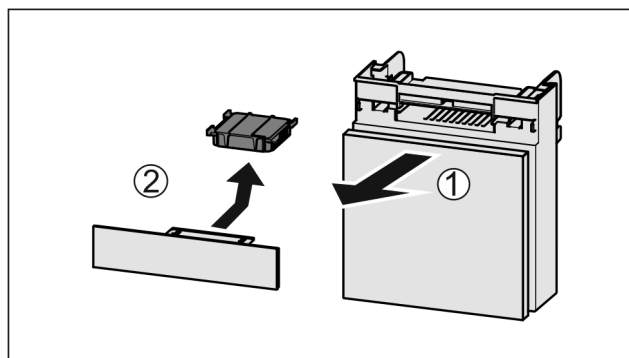

Fig. 98
- ▶ Retire el compartimiento hacia delante *Fig. 98 (1)*.
- ▶ Retire el filtro de carbón activo *Fig. 98 (2)*.